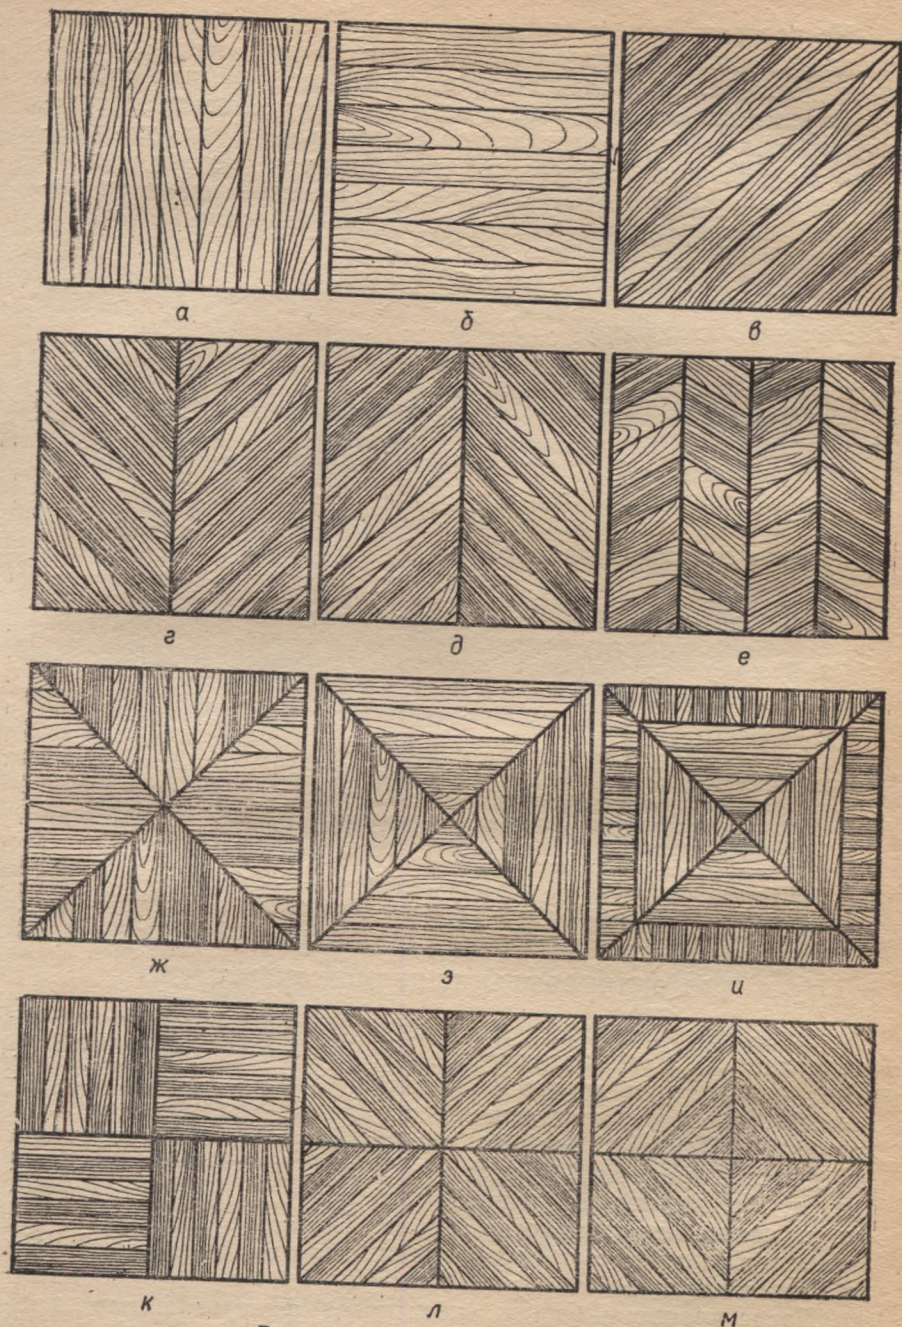

Рис. 165. Виды набора шпона:
5. Полосы шпона могут быть набраны в листы простым и фигурным способом (рис. 165).